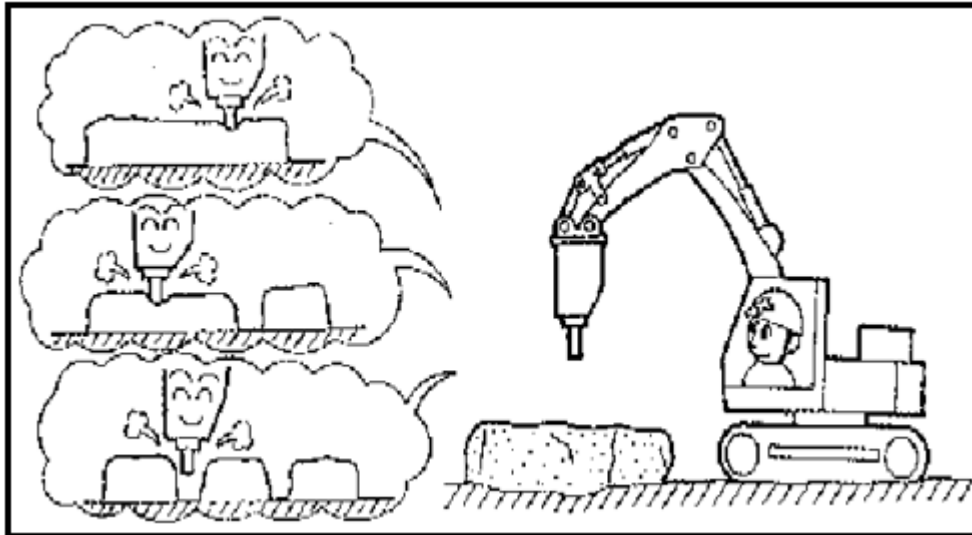

Ilustración 16
- *Ilustración 16:* Representa la diferencia entre una operación de golpeo correcta y una ineficaz en bloques largos.